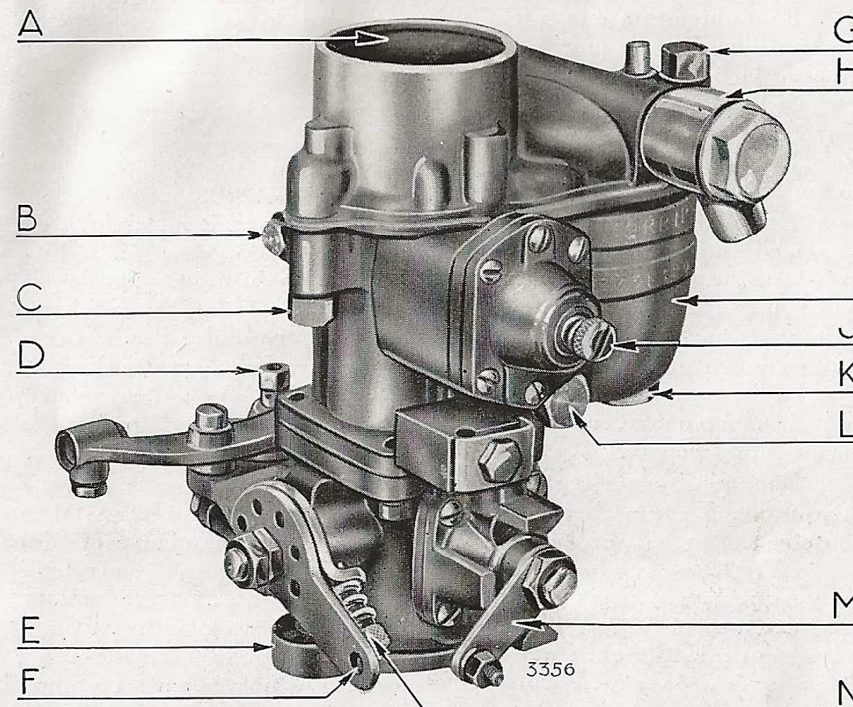

Fig. 16. — Vue extérieure du Carburateur.
- 2° La vis de butée de ralenti "N" (fig. 16) qui limite la fermeture du papillon.
Pour obtenir un bon ralenti il faut d'abord, la vis " R " étant dans une position quelconque, dévisser la vis de butée " N " (fig. 16) pour réduire le plus possible la vitesse du moteur.
Après avoir effectué ce réglage de richesse du ralenti par la vis " R " il se peut que le moteur tourne un peu trop vite. On agira alors à nouveau sur la vis de butée " N " (fig. 16) pour réduire la vitesse du moteur, et ensuite encore s'il y a lieu sur le réglage de richesse (vis " R ").
A titre de renseignement, indiquons que la pompe donne son débit maximum lorsque la vis de réglage " J " (fig. 16) est desserrée de quatre tours maximum en partant de la position vissée à fond, laquelle correspond à un débit sensiblement nul.